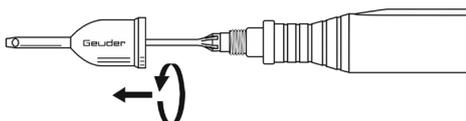

Abb. 2b
- Entfernen Sie den Infusionsaufsatz gemäß Abb. 2b.